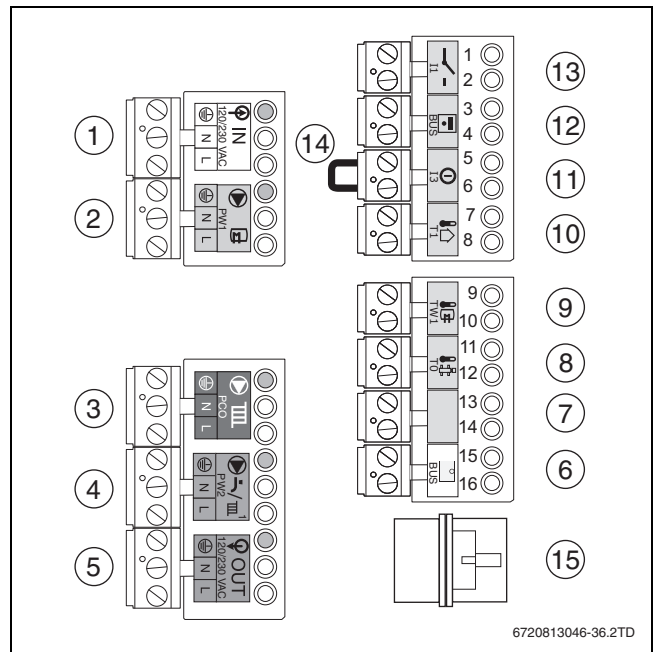

Bild 24 Klemmleisten
- ▶ Ein-/Aus-Raumtemperaturregler auf Anschlussklemme (→ Bild 24, [13]) anschließen (Zubehör).
- ▶ Regler auf Anschlussklemme (→ Bild 24, [6]) anschließen. Hierzu ein 2-adriges Stromkabel von 0,4 bis 0,75 mm2 verwenden.
- ▶ Brücke (→ Bild 24, [14]) auf Anschlussklemme ① entfernen.
- ▶ Außentemperaturfühler auf Anschlussklemme T1 (→ Bild 24, [10]) anschließen.
- ▶ Speichertemperaturfühler auf Anschlussklemme TW1 (→ Bild 24, [9]) anschließen.
- ▶ Heizungspumpe auf Anschlussklemme PCO (→ Bild 24, [3]) anschließen.
- ▶ Zirkulationspumpe auf Anschlussklemme PW2 (→ Bild 24, [4]) anschließen.
- ▶ Speicherladepumpe/externes 3-Wege-Ventil (230 V) auf Anschlussklemme PW1 (→ Bild 24, [2]) anschließen.
- ▶ Externes 3-Wege-Ventil an der Anschlussklemme PW1 (→ Bild 24, [2]) anschließen.